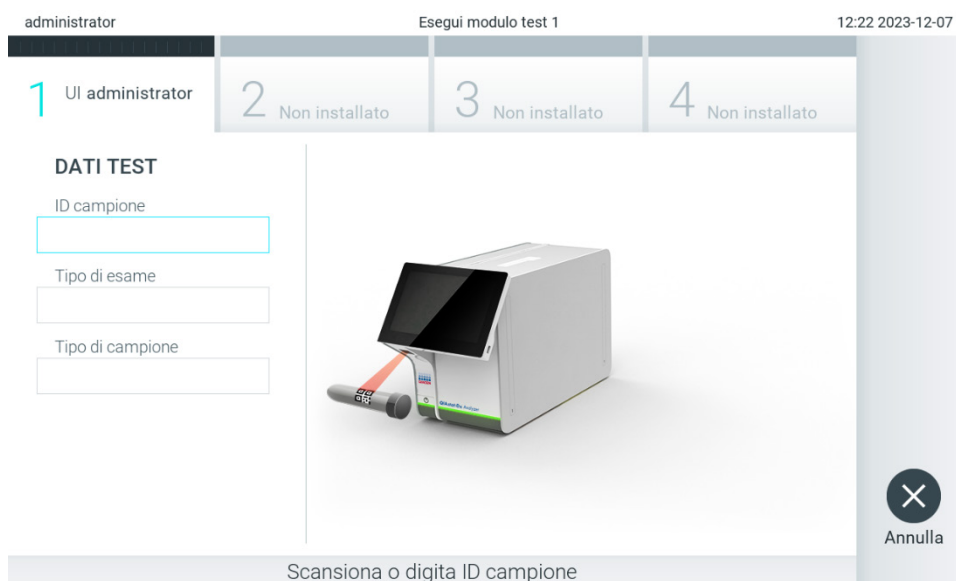

Figura 23. Scansione del codice a barre dell'ID campione.
**Nota:** se il controllo esterno (CE) è abilitato e deve essere eseguito un test CE, compare un promemoria per l'esecuzione del test con un campione CE. Consultare la sezione 8 per ulteriori dettagli.
2. Quando richiesto, eseguire la scansione del codice a barre dell'ID campione utilizzando il lettore di codici a barre integrato nel modulo operativo (Figura 23).